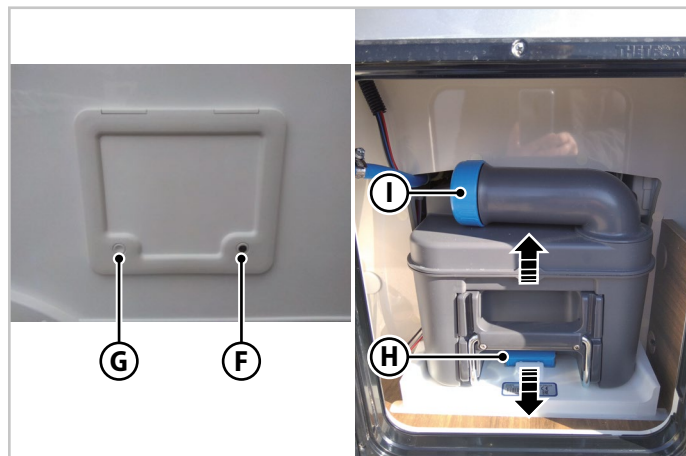

Fig. 6.38 - Vaciado del depósito del inodoro
2. Abra la cerradura con la llave (**F** - Fig.6.38), y, a continuación, retire la llave.
3. Pulse los botones **G** y **F** (Fig.6.38) abra la tapa.
4. Ejercer una ligera presión hacia arriba en la manilla (**H** - Fig.6.38) y extraiga el depósito.
5. Retire el tapón (**I** - Fig.6.38) y pulse el botón de purga para vaciar el depósito.